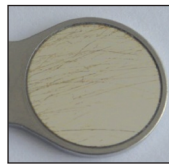

Bild 3 Kratzer/ Putzstreifen
Benutzen Sie **keine harten** Bürsten oder Schwämme. Diese können die Oberfläche des Spiegels zerkratzen und bei allen Front Surface Mundspiegeln die Verspiegelung direkt angreifen. (Bild 3)
- Scratches caused by mechanical cleaning (Appendix 1, Fig. 3)